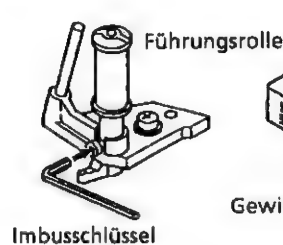

Abbildung 1-52.
- b) Die Einstellschraube am Unterteil der Führungsrolle lockern und mit dem Schraubendreher (JIGDRIVERH-4) so einstellen, daß sich die Führungsrolle reibungslos dreht. (Die Einstellschraube nicht übermäßig lockern, da die Führungsrolle dadurch instabil wird (siehe Abb. 1-52).